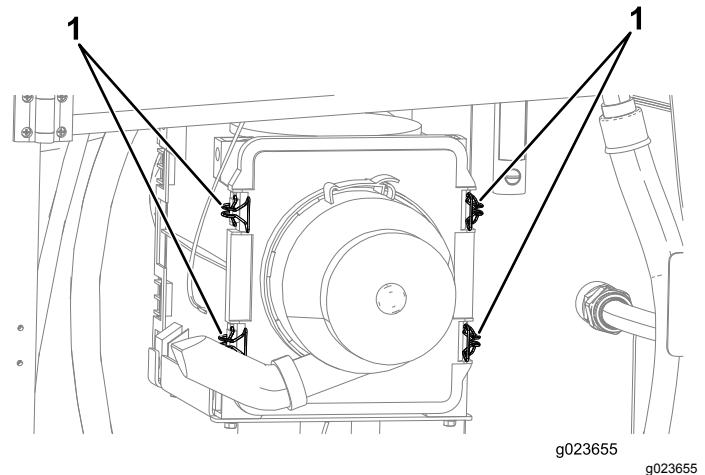

Bild 88
5. Ziehen Sie die vier Riegel für die Luftfilterabdeckung nach außen (**Bild 88**).
4. Schieben Sie die Luftfilterabdeckung nach innen, bis sie fest sitzt, und befestigen sie mit den Riegeln (**Bild 88**).